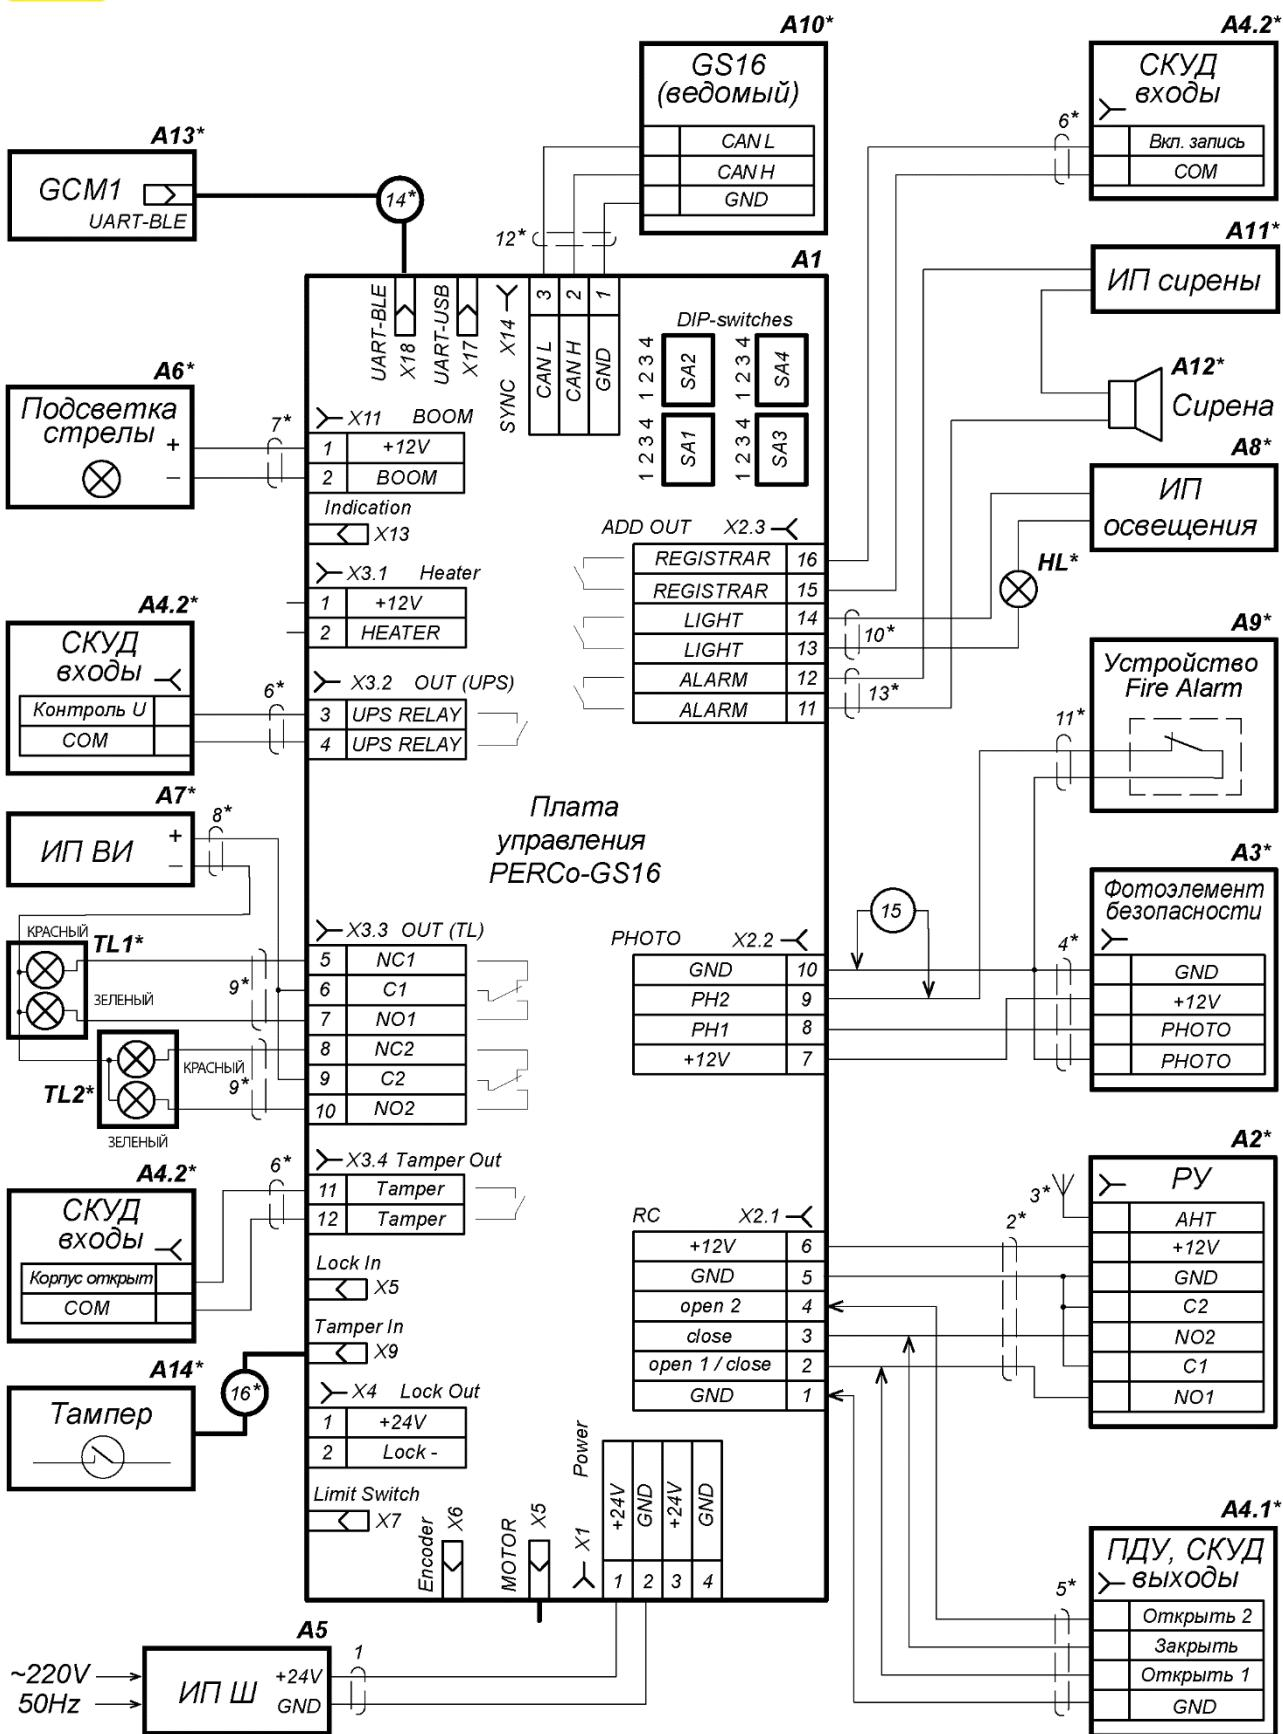

Рисунок 19. Схема подключения шлагбаума и доп. оборудования
Приемник фотоэлемента подключается к плате управления шлагбаума (см. рис. 19). Алгоритм работы и параметры сигналов – см. в разд. 5.4.2.
6. Произведите подключение в соответствии со схемой, см. рис. 19.
Устройство радиоуправления устанавливается с помощью винтов или двустороннего скотча внутри стойки шлагбаума на свободном кронштейне (10) так, чтобы его антенна находилась напротив окна (11). Также его можно установить на монтажной панели (7), при этом антенну устройства, чтобы улучшить дальность работы, рекомендуется вынести коаксиальным кабелем к свободному окну (11). Выходы устройства РУ подключаются к плате управления в соответствии со схемой на рис. 19.
По умолчанию на разъеме **XP1 MODE** нет джампера №2 – включен режим управления двусторонним проездом (см. разд. 5.4.3). В этом режиме подключение светофоров производится к контактной колодке **X3.3** в соответствии со схемой на рис. 19: линии управления красными сигналами подключаются к нормально-закрытым выходам реле (NC-C), зелеными – к нормально-открытым (NO-C). Светофор **TL1** устанавливается со стороны проезда, управляемого сигналом на входе **open1 / close**, светофор **TL2** – со стороны проезда, управляемого сигналом на входе **open 2**.
На плате управления предусмотрено подключение освещения зоны проезда (по умолчанию в постоянном режиме при поданном на шлагбаум питании). Подключение производится к контактам **LIGHT** контактной колодки **X2.3** в соответствии со схемой подключения (см. рис. 19). На данный разъем можно подключить только нагрузку 12В не более 2А, в противном случае необходимо использовать промежуточное реле.
Для этой цели необходимо между шлагбаумами проложить кабель шины синхронизации и подключить его в соответствии со схемой (см. рис. 19). Затем при помощи DIP-переключателей **SA1.1** и **SA1.2** один из шлагбаумов настраивается как «ведущий», другой – как «ведомый» (см. разд. 8.10, п. 1). При этом сигналы управления должны подключаться на ведущий шлагбаум (на ведомом шлагбауме все управляющие сигналы будут игнорироваться).